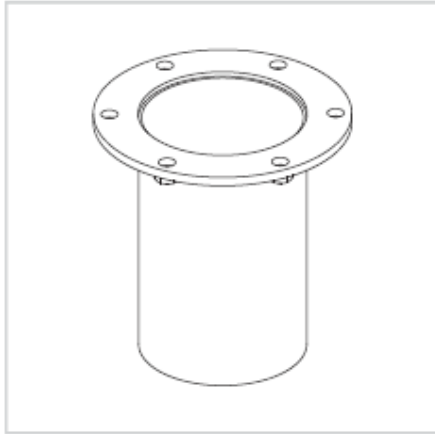

Fig. 5 – Tronchetto iniettore
2. Il tronchetto (fig. 5) che alloggia la lancia iniettore deve essere posizionato nell'emicerchio superiore della sezione trasversale, in ogni caso posto nella posizione più comoda per poter estrarre la lancia iniettore dal suo alloggiamento.